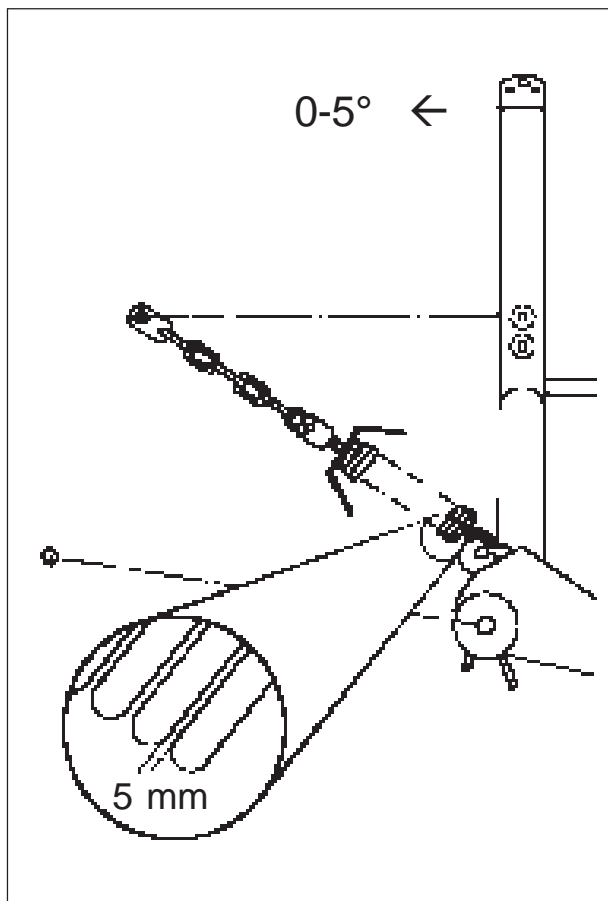

Fig. 44
- c. Koppla toppstaget och justera längden så att maskinens torn lutar några grader framåt. Se fig. 44. Det är viktigt för att maskinen skall arbeta lätt och för att undvika skador på maskinens upptagningsenhet och det första mattan. När toppstag och dragstänger är så parallella som möjligt har traktorn störst lyftförmåga.